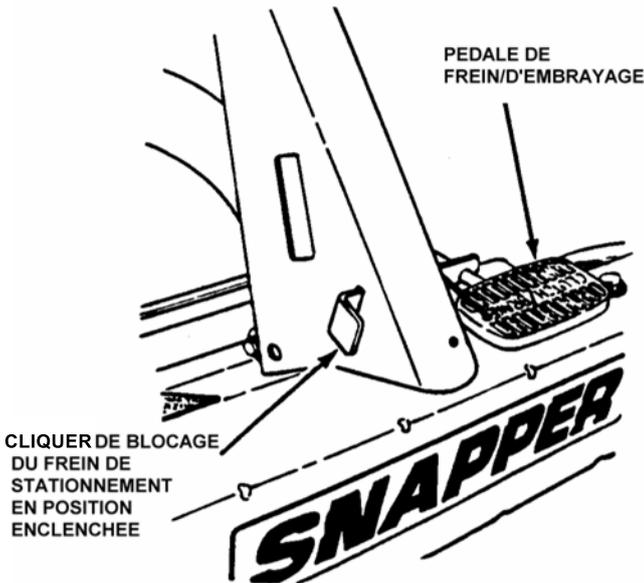

FIGURE 2.16
1. Bloquez le frein de stationnement en enfonçant complètement la pédale de frein/d'embrayage et en enclenchant le cliquet de blocage du frein de stationnement. Maintenez enclenché le cliquet de blocage puis relâchez la pédale pour bloquer le frein de stationnement. Voir la figure 2.16.